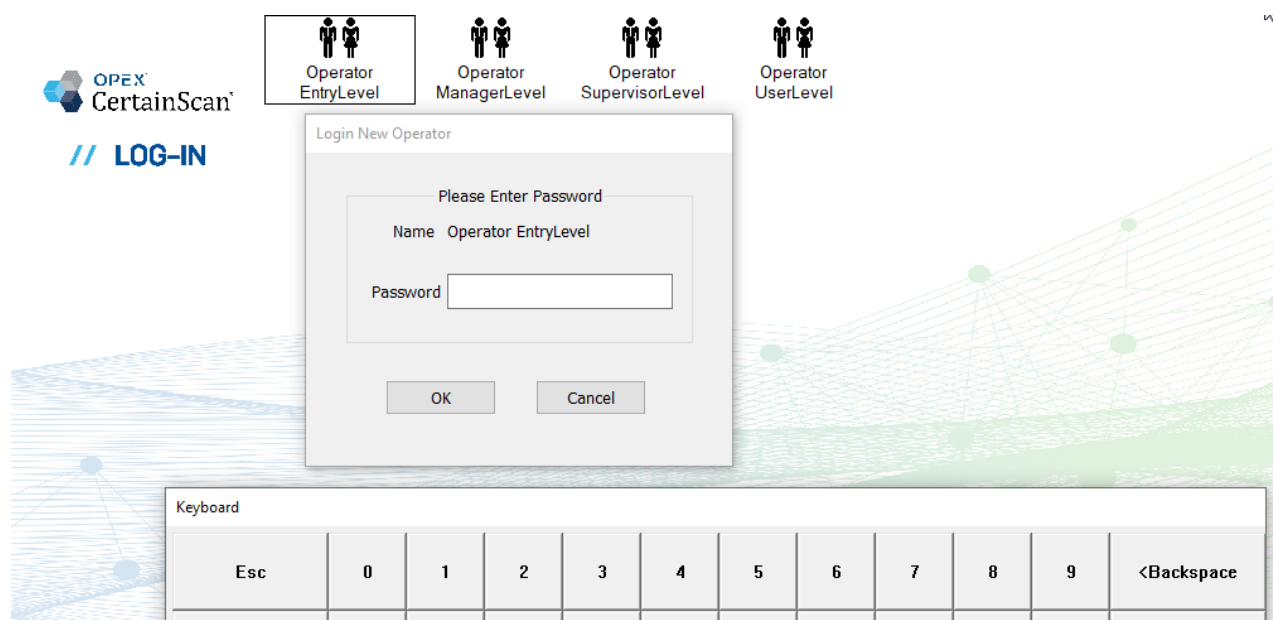

Figure 3-5 : Saisir le mot de passe
2. Saisissez le mot de passe (Figure 3-5).